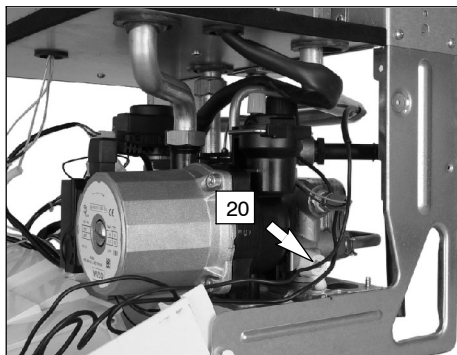

fig. 9.4
- 2 Allentare il rubinetto di svuotamento caldaia 20 in fig. 9.4